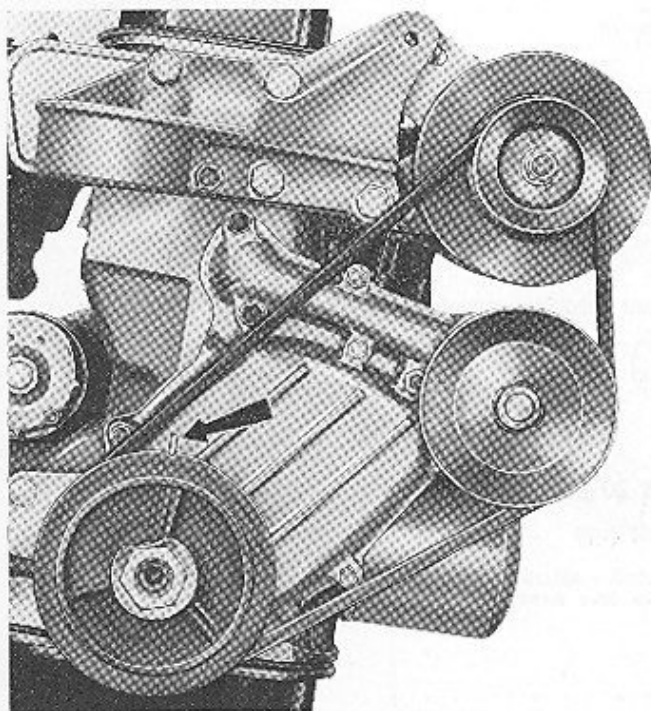

Abb. 136 - Zündungseinstellung.
– Man stellt den Zylinder 1 in Kompressionsstellung, das heisst beide Ventile müssen geschlossen sein. Diese Einstellung erreicht man, wenn man die Kurbelwelle so lange dreht, bis die Kerbe am Rand der Antriebsscheibe für die Lichtmaschine mit der Marke am Steuergewehäusedeckel übereinstimmt (Abb. 136).